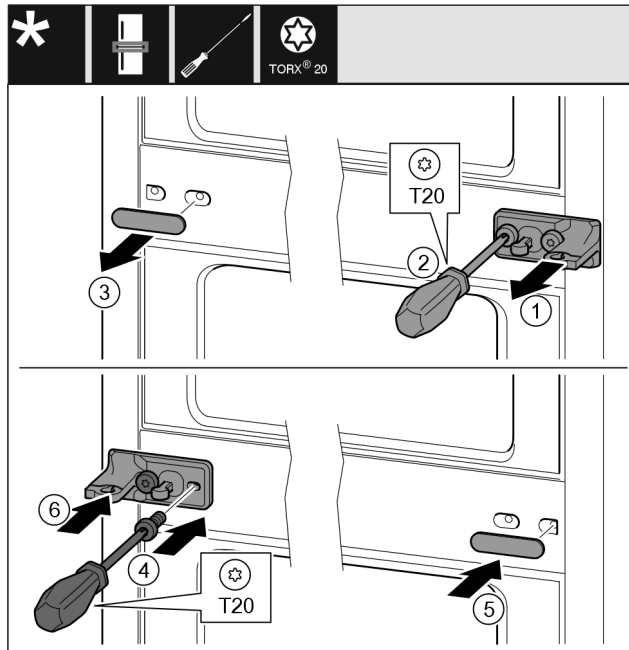

Fig. 13
- ▶ Dra av skivan Fig. 13 (1).
- ▶ Skruva ur skruvarna Fig. 13 (2) med en skruvmejsel.
- ▶ Dra av skyddet Fig. 13 (3) försiktigt.
- ▶ Skruva fast lagerbocken med folien Fig. 13 (4) vriden 180° på den andra sidan.
- ▶ Sätt in skyddet Fig. 13 (5) vridet 180° på den andra sidan.
- ▶ För på skivan Fig. 13 (6) framifrån.